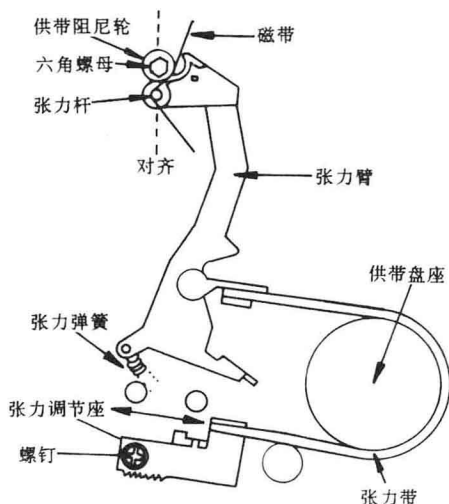

图 10 张力杆位置的检查调整
(1) 张力杆位置的检查, 如图 10。
如果张力杆的位置不对, 可用改刀将图 10 中的固定张力带的螺钉稍微拧松, 向左 (A 方向) 移动张力带调节座, 张力杆就向阻尼轮右侧偏; 向右 (B 方向) 移动张力带调节座, 张力杆就向阻尼轮左侧偏, 直到张力杆中心与阻尼轮中心对准为止。